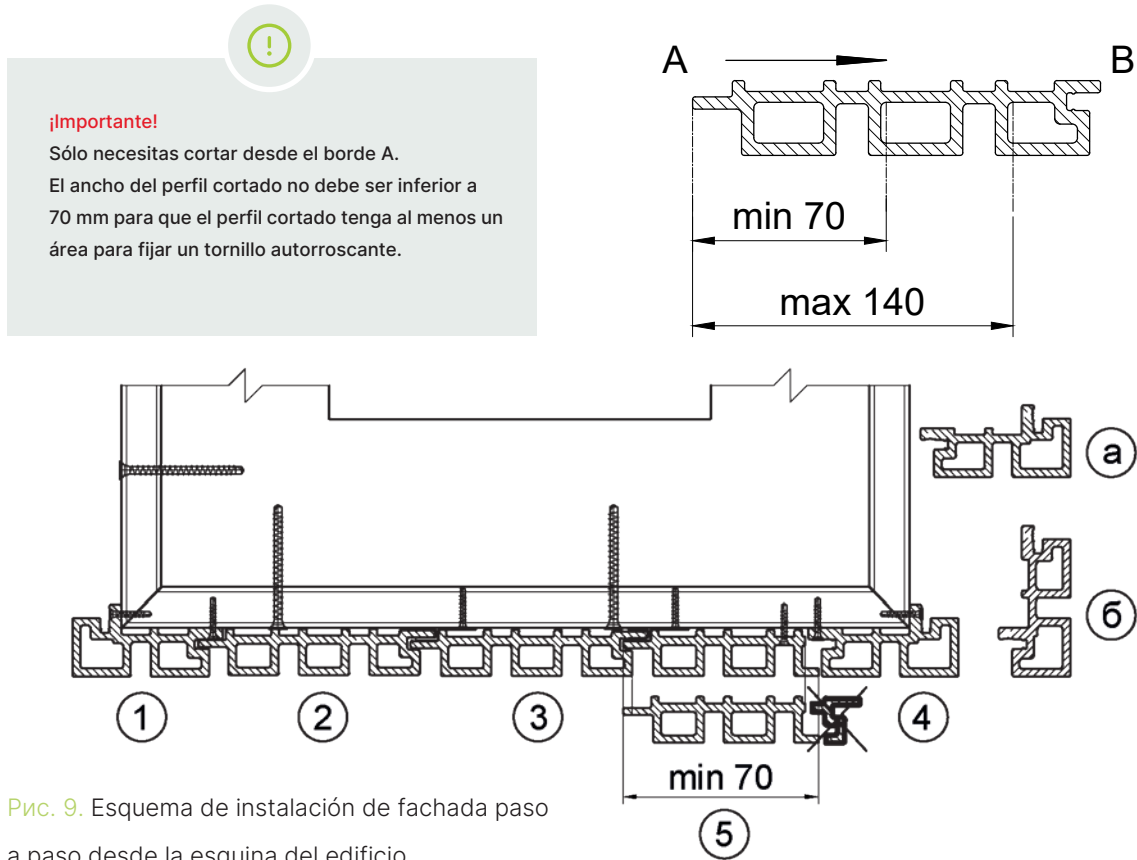

Рис. 9. Esquema de instalación de fachada paso a paso desde la esquina del edificio
- ◆ Paso 4: Fije el perfil AC 20 a la esquina del edificio utilizando uno de los métodos posibles A o B (ver Fig. 9).
Al instalar el perfil de fachada en el paso (5), para alinear toda la fachada en un plano, fije la parte posterior del clip adicional (b) en el perfil de soporte fije el perfil con tornillos autorroscantes (véase la fig. 9).